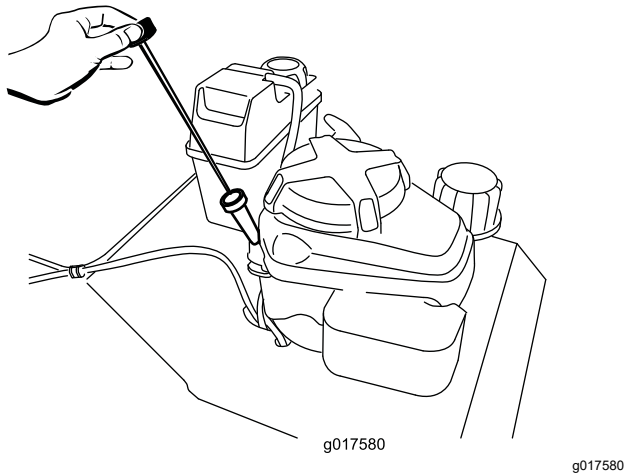

Bild 7
2. Reinigen Sie den Bereich um den Peilstab (**Bild 7**).